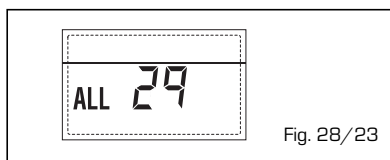

Fig. 28/23
**- ANOMALIA SONDA RITORNO RISCALDAMENTO "ALL 30" (fig. 28/24)**